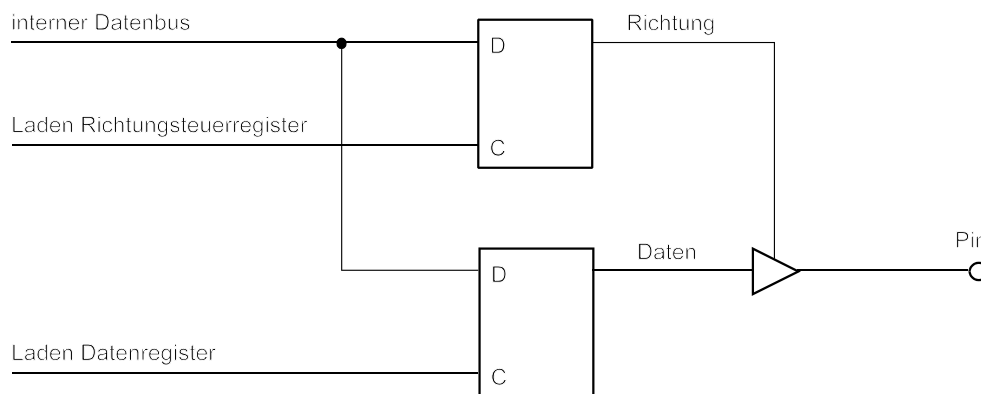

Abb. 3 Ein typischer E-A-Port (eine Bitposition)
9. Es geht um einen üblichen E-A-Port mit Richtungssteuerregister und Datenregister. Abb. 3 veranschaulicht die Flipflops und die Schreibdatenwege. Sie sollen diese Darstellung um Vorkehrungen zum Zurücklesen ergänzen.
10. Wieviele Zellen würde ein gemäß Abb. 3 aufgebauter 8-Bit-Port in einem CPLD-Schaltkreis (z. B. Xilinx 9500) belegen?